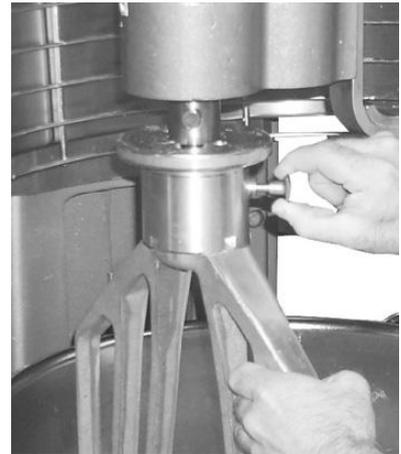

图3
3. 抓住搅拌头，同时拉出搅拌头锁销（图3）。从转轴上拔下搅拌头。